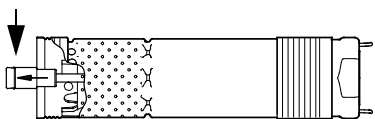

Рис. 5
2. Выдвинуть вал насоса в позицию, показанную на рис. 5.